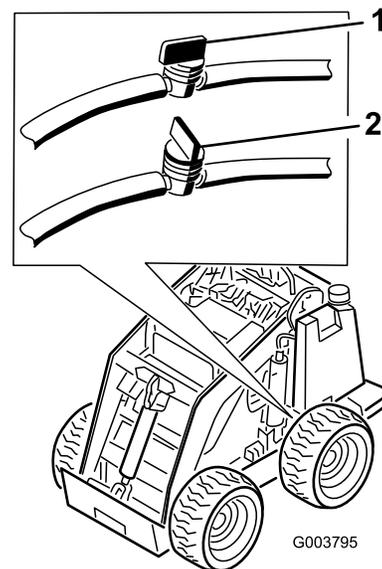

図 35
3. 燃料タンクの下にある燃料バルブを閉じる 図 35。
10. 燃料タンクの下にある燃料バルブを開ける 図 35。
3. 燃料タンクの下にあるホースについての燃料バルブを閉じる 図 35。
10. 燃料タンクの下にあるホースについての燃料バルブを 図 35 に示すように開く。